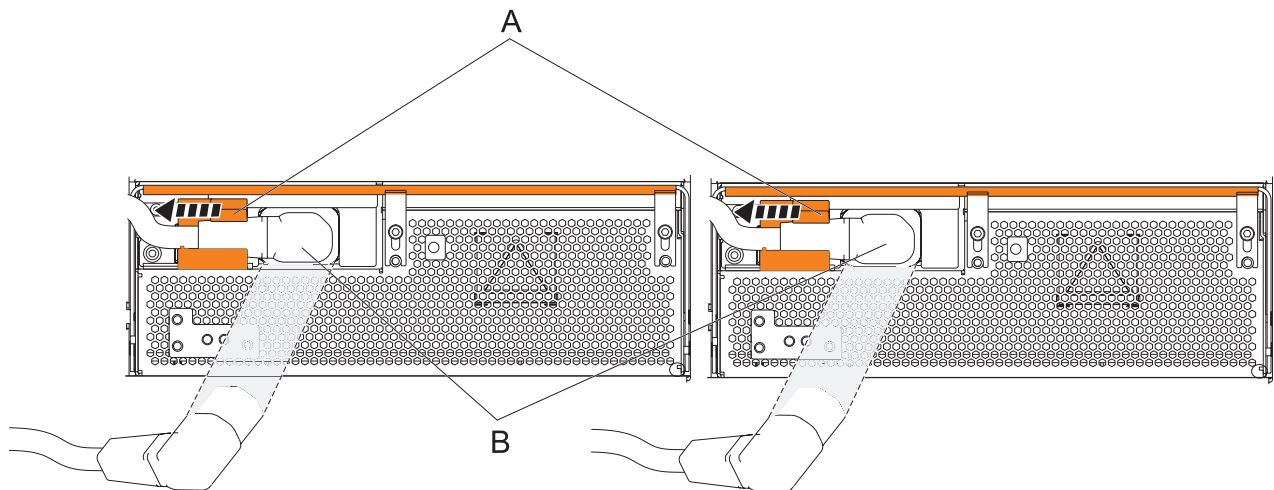

Figure 65. Débranchement des cordons d'alimentation des ensembles de conversion hors ligne
- a. Faites glisser vers la gauche les supports de cordon d'alimentation (**A**) situés A l'avant des deux ensembles de conversion hors ligne. Pour plus d'informations, voir figure 65, à la page 80.